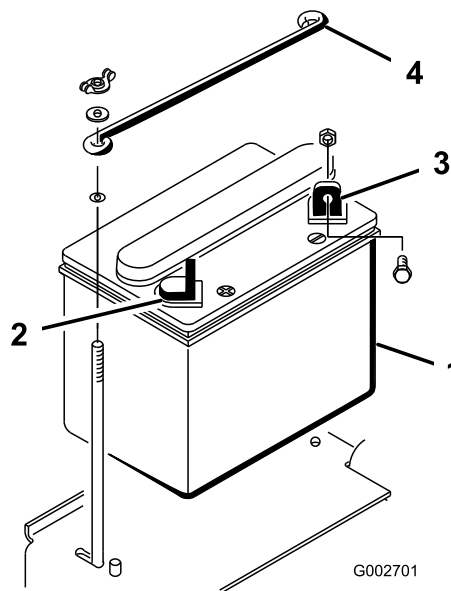

Figure 5
1. Mettez la batterie en place en positionnant la borne négative vers l'arrière de la machine (Figure 5).